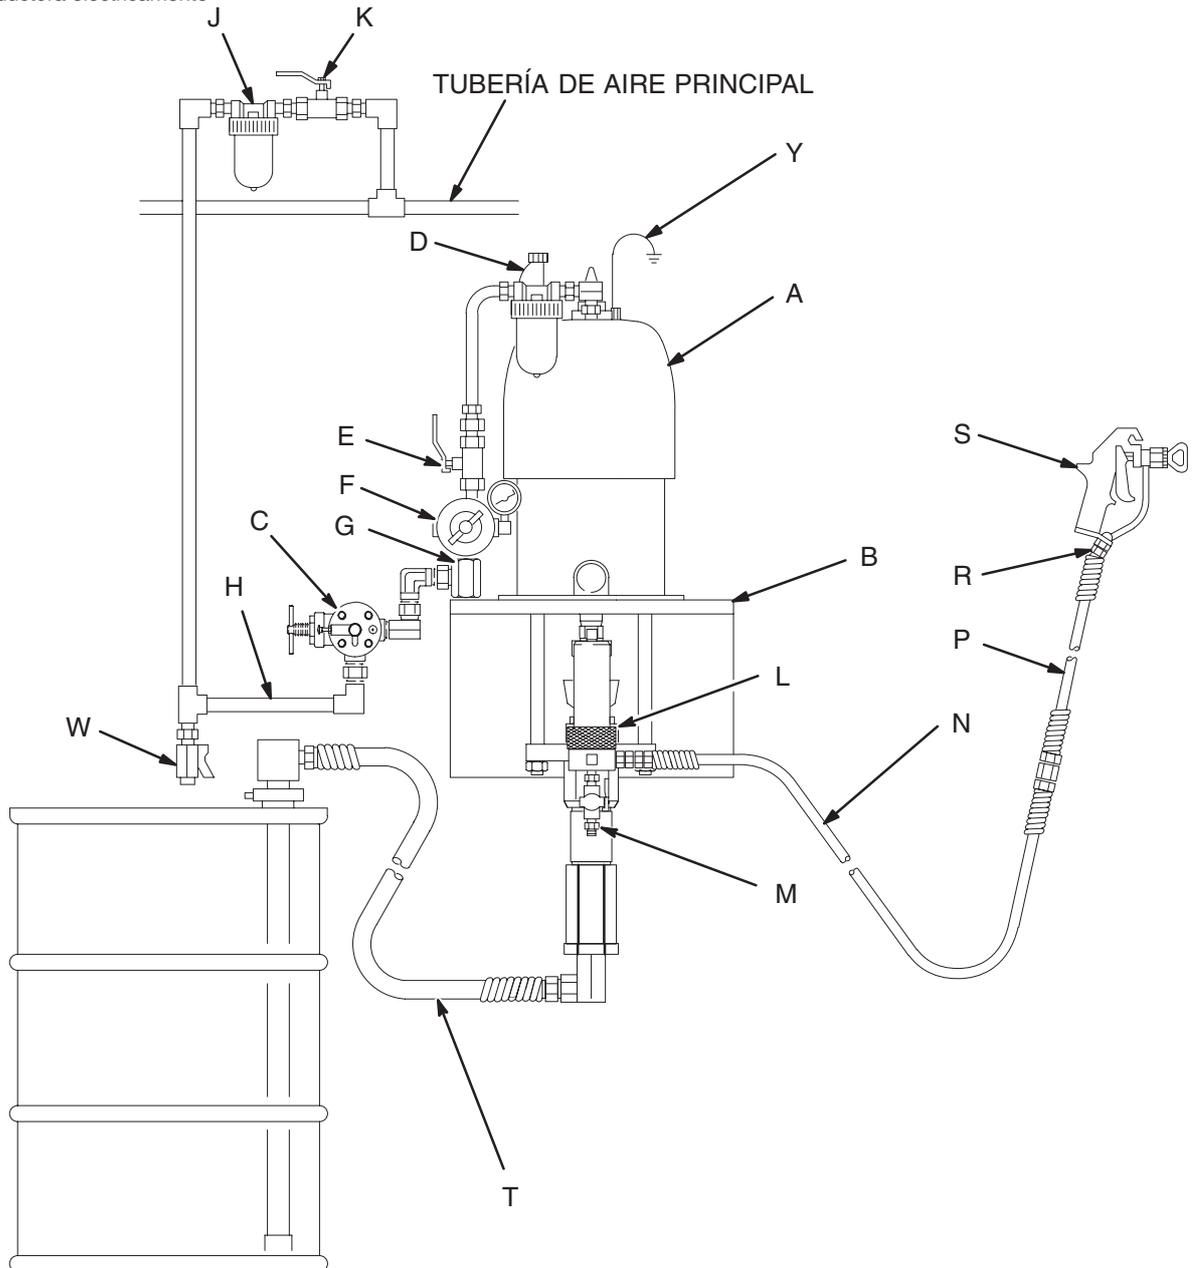

Fig. 2
La Fig. 2 es sólo una guía para la selección e instalación de los componentes y accesorios del sistema. Póngase en contacto con su representante Graco o el Servicio de asistencia técnica de Graco para obtener su ayuda en el diseño de un sistema que se ajuste a sus necesidades particulares.
Monte la bomba (A) de forma que se ajuste al tipo de instalación planificada. La Fig. 2 presenta un sistema montado en la pared. En la página 27 se muestran las dimensiones de la bomba y la disposición de los orificios de montaje.
Instale los siguientes accesorios en las ubicaciones indicadas en la Fig. 2, utilizando adaptadores donde sea necesario:
- **Un filtro de fluido (L)** con un elemento de acero inoxidable de 250 micras para filtrar las partículas del fluido a medida que éste sale de la bomba.
- **Una válvula de drenaje del fluido (M)**, necesaria en su sistema para liberar la presión de fluido en la manguera y en la pistola (consulte la **ADVERTENCIA** en la izquierda).
- **Una pistola (S)** para surtir el fluido. La pistola mostrada en la Fig. 2 es una pistola de pulverización sin aire indicada para fluidos de viscosidad baja o mediana.
- **Una pieza giratoria (R)** permite el libre movimiento de la pistola.
- **Un kit de aspiración (T)** permite a la bomba succionar el fluido desde un recipiente de suministro.
1. Consulte la Fig. 2. Conecte el kit de aspiración (T) en la entrada de fluido de la bomba. Coloque el tubo dentro del recipiente de suministro del fluido.